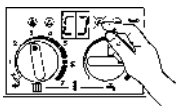

Рис. 47
– Нажать на сервисклавишу и держать так долго, пока не высветится "[]", рис. 47.